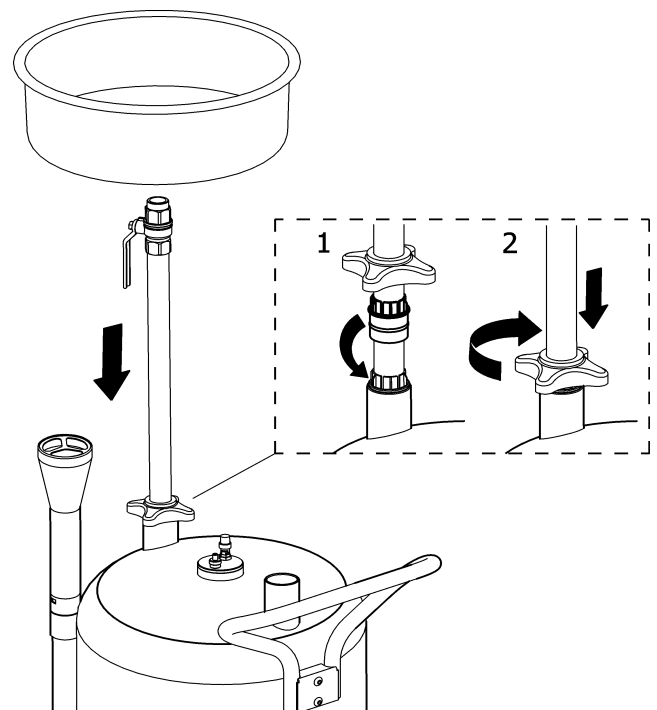

Fig 3
**(GB)** Assemble the tube with the funnel and fix the assembly on the tank. Fig 3.
**(SE)** Montera ihop röret med skålen, sätt ner det i tanken och fäst det enligt Fig 3.
**(FR)** Monter le tube avec l'entonnoir et fixer l'ensemble au reservoir. Fig 3.